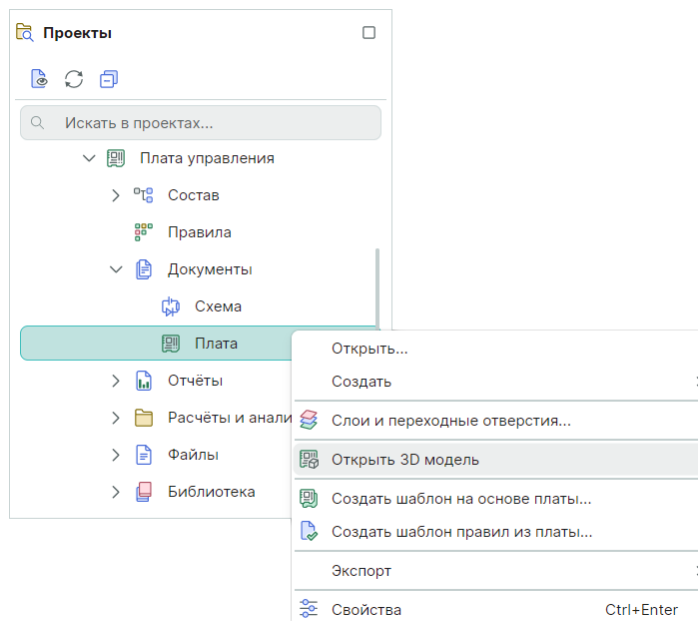

Рис. 538 Открытие 3D модели платы
- С помощью команды контекстного меню «Открыть 3D модель» для узла «Плата», см. Рис. 538.